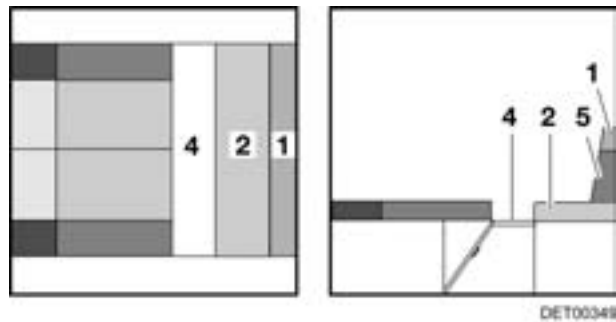
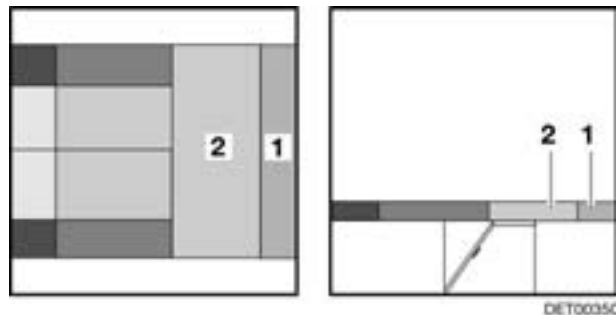

Bild 88 Während des Umbaus
Bild 89 Nach dem Umbau
- Lattenrost (Bild 88,4) ausziehen.
- Das Sitzpolster (Bild 89,2) zur Mittelsitzgruppe ziehen.
- Das Zusatzpolster (Bild 89,1) vom Rückenpolster (Bild 88,5) abziehen. Das Zusatzpolster ist am Rückenpolster mit Klettband befestigt und kann leicht abgetrennt werden.